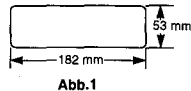

Abb. 1
Falls im Armaturenbrett eine entsprechende Einbauöffnung wie in Abb. 1 gezeigt vorhanden ist, läßt sich das Gerät in das Armaturenbrett einbauen. Für einen solchen Einbau sollte das Armaturenbrett eine Dicke von 4,5 bis 6 mm haben.
- c) Das Gerät herausziehen, indem der Verriegelungshebel mit Hilfe eines Schraubendrehs niedergedrückt wird. (Abb. 1, Abb. 2)